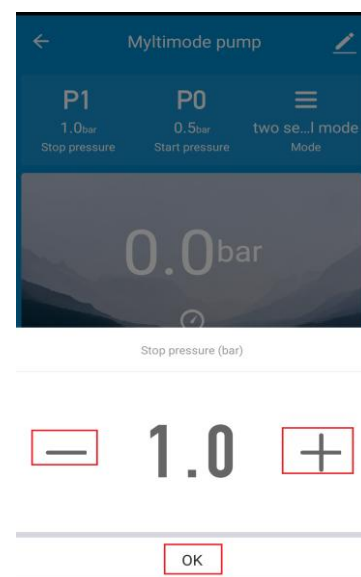

Рисунок 9
4. Нажмите на значок необходимого параметра (смотрите рисунки 7 и 8), установите требуемое значение с помощью кнопок «-» или «+» и нажмите кнопку «ОК» (смотрите рисунок 9).